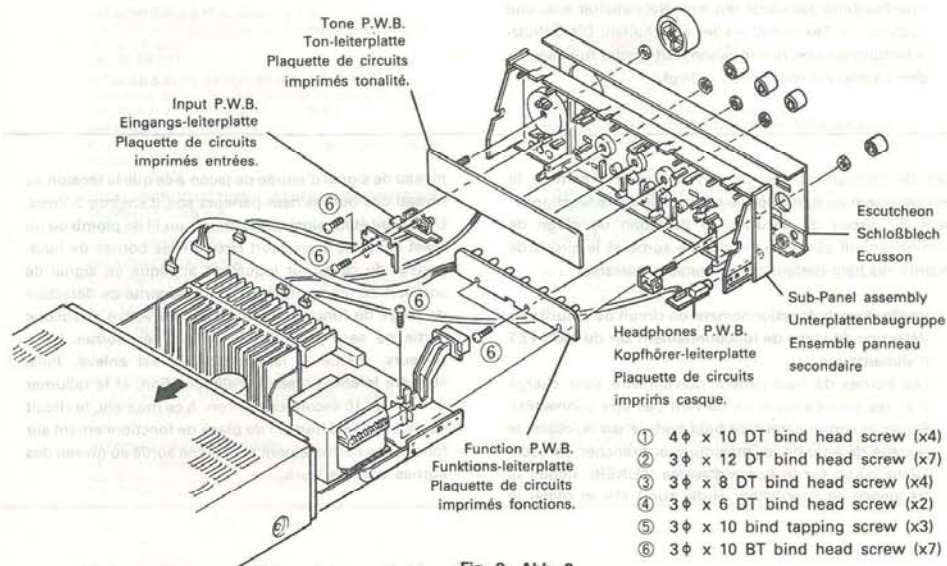

Fig. 2 Abb. 2
2. Escutcheon (Fig. 2, 6)
2. Schloßblech (Abb. 2, 6)
2. Ecusson (Fig. 2, 6)